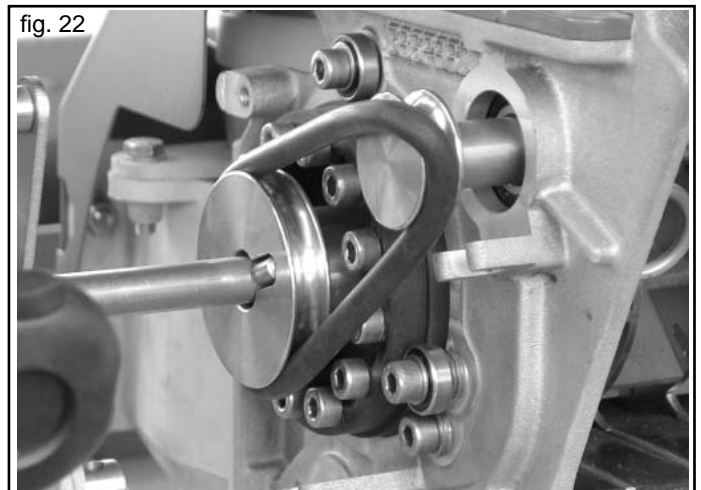

fig. 22
- Zum Abschalten der Rührwelle den Rundriemen über die Kante der Antriebsscheibe heben und auf der Gegenseite das Dosierrad leicht in Förderrichtung drehen. Der Riemen springt ab (Abb. 22).